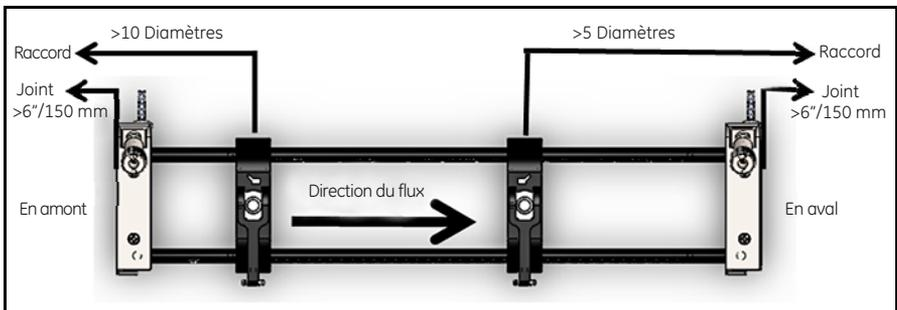

Figure 9 : Sélection de l'emplacement du tuyau
2. Sélectionnez l'emplacement de montage de la fixation à pinces sur la conduite qui soit conforme aux exigences suivantes (voir la *Figure 9* ci-dessous) :